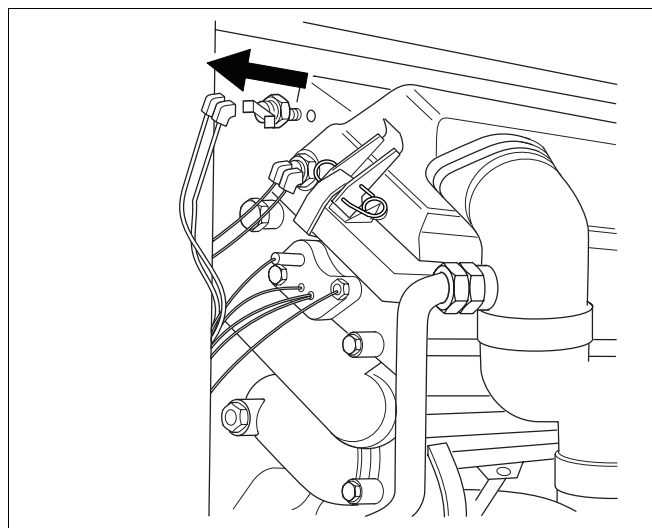

Abb. 14 Abgas-STB tauschen
- STB für Abgassystem herausrauben und einen Neuen einschrauben (Abb. 14).